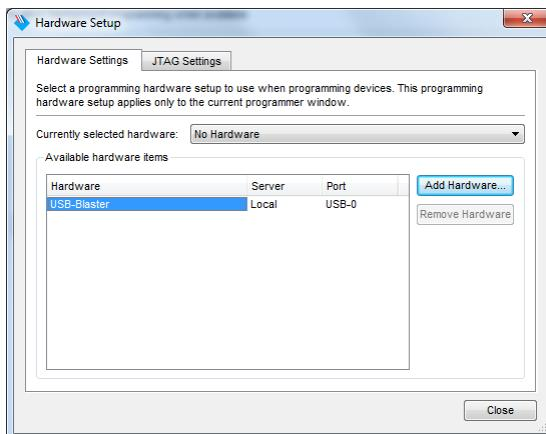

Figura 26 – Configuração da interface de programação da FPGA (USB-Blaster).
**18.** Configure a interface usada para programação da FPGA, premindo o botão “*Hardware Setup*” e selecionando a opção “*USB-Blaster*” (Figura 26). Caso esta opção não esteja disponível, verifique se a placa possui a alimentação ligada e está conectada ao computador através do cabo USB.